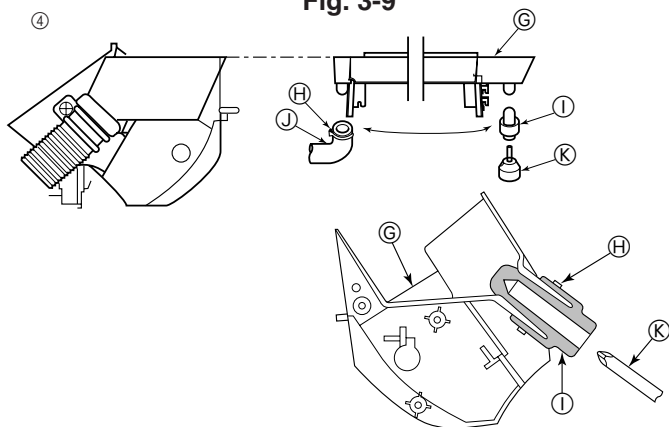

Fig. 3-10
- ④ O tubo de drenagem pode ser conectado em duas posições diferentes. Utilize a posição mais conveniente e, se necessário, troque a posição do recipiente de drenagem, do bujão de borracha e do tubo de drenagem. (Fig. 3-10)